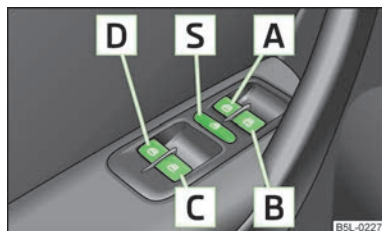

Fig. 18
- Si se transporta niños en los asientos traseros, se recomienda poner fuera de funcionamiento los elevallunas eléctricos de las puertas traseras (conmutador de seguridad)  » fig. 18 de la página 36.
Las teclas para las diferentes ventanillas se encuentran en el apoyabrazos de la puerta del conductor » fig. 18, en la puerta del acompañante y en las puertas traseras » fig. 19 de la página 37.
Se puede poner fuera de servicio de las teclas en las puertas posteriores pulsando el interruptor de seguridad **S** » fig. 18. Se ponen de nuevo en funcionamiento las teclas en las puertas traseras pulsando repetidamente el conmutador de seguridad **S**.